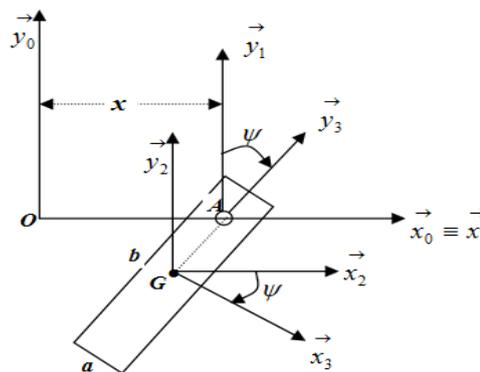

Figure V.2
Exercice 01. Soit une plaque homogène (S) rectangulaire de largeur $2a$, de longueur $2b$ et de centre de masse G. Elle est en rotation à une vitesse angulaire fixe autour de point A dans le plan (\vec{x}_0, \vec{y}_0) , Figure V.2. tel que $\vec{z}_0 \equiv \vec{z}_1 \equiv \vec{z}_2 \equiv \vec{z}_3$ et $(\vec{x}_1, \vec{x}_3) = (\vec{y}_1, \vec{y}_3) = \Psi$. Le point A se déplace sur l'axe (O, \vec{x}_0) tel que : $\vec{OA} = x\vec{x}_0$ et $\vec{GA} = \frac{b}{3}\vec{y}_3$. On prendra $R_1(O, \vec{x}_1, \vec{y}_1, \vec{z}_1)$ comme repère de projection. Déterminer :